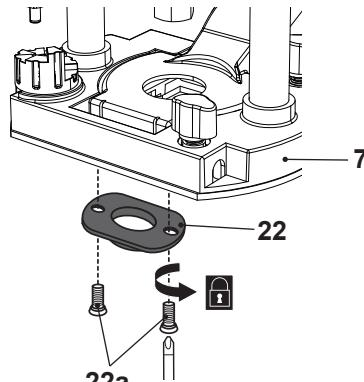

Fig. 10
- > Amplasați şablonul de ghidare (22) pe placa de bază (7) cu gulerul orientat în jos și asigurați-l cu cele două șuruburi (22a) (Fig. 10).